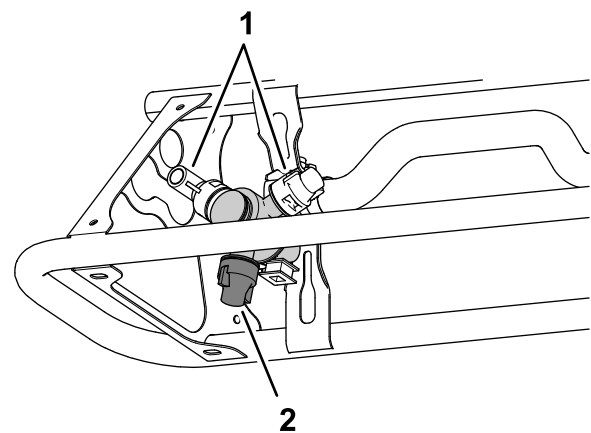

Figura 40
1. Asegúrese de que las boquillas que va a utilizar están en la posición activa de fumigación (hacia abajo) (Figura 40).